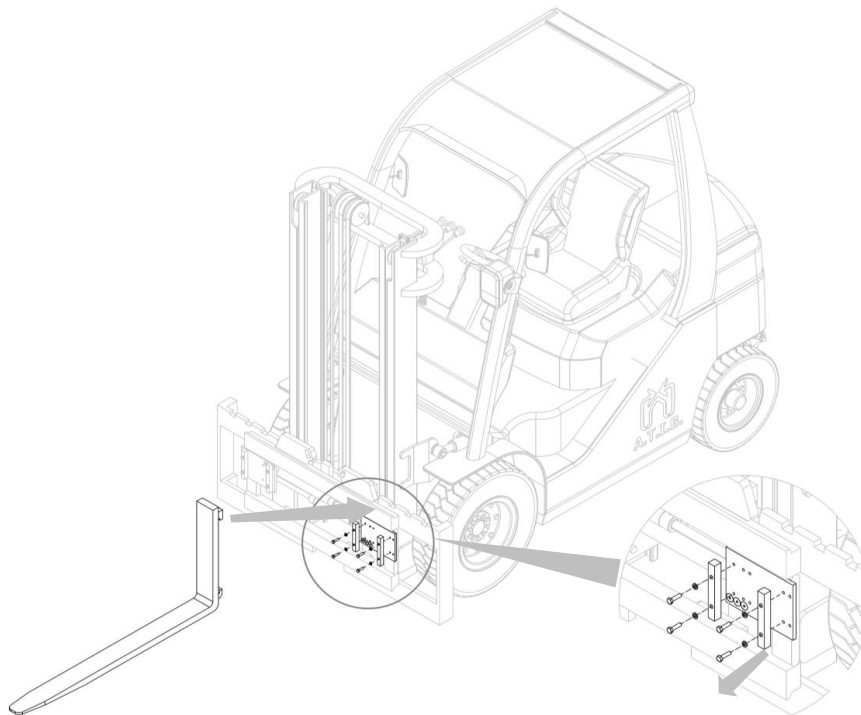

Figura 17
1. Applicare le forche dopo aver svitato i fermi forca dei piattelli (vedi *Figura 17*; nelle seguenti figure viene mostrata solo l'attrezzatura di tipo 575, poiché la procedura di installazione delle forche, è la medesima per tutte le tipologie).